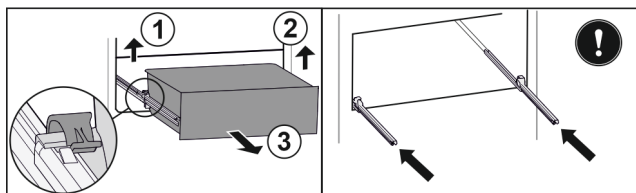

Fig. 149
- ▶ Podnieść lewy zacisk i wysunąć jednocześnie szufladę po lewej do przodu. Fig. 149 (1)
- ▶ Podnieść prawy zacisk i wysunąć jednocześnie szufladę po prawej do przodu. Fig. 149 (2)
- ▶ Wyjąć szufladę do przodu. Fig. 149 (3)